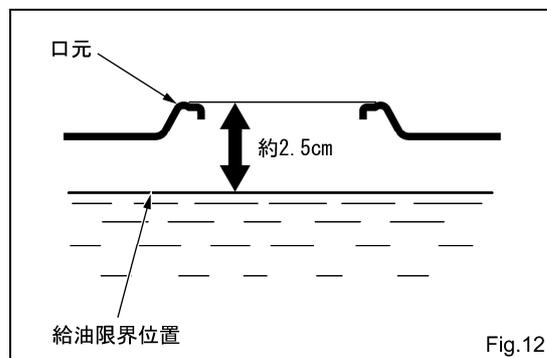

Fig.12
- ・エンジンを水平にし、燃料タンクキャップを外し、注入口よりガソリンの量を点検します。少ない場合は給油限界位置を超えないように補給してください。(Fig.12)